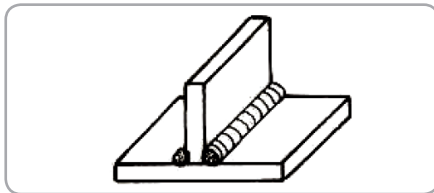

Fig. 14
- **Îmbinări sudate în T. (fig. 14):**